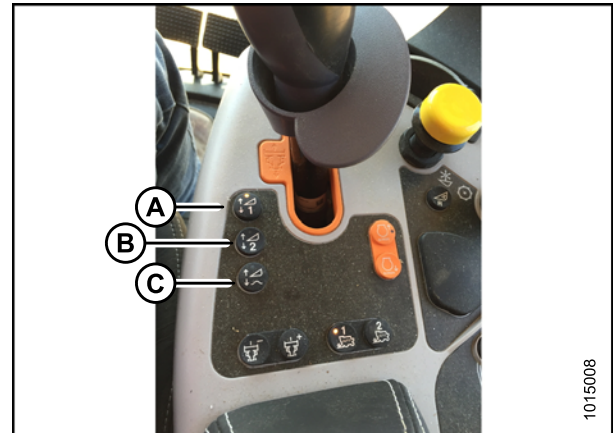

Рисунок 4.131: Органы управления комбайнов New Holland
5. Выберите одну из кнопок уставок системы автоматического контроля высоты, показанных на рис. 4.131, страница 159.